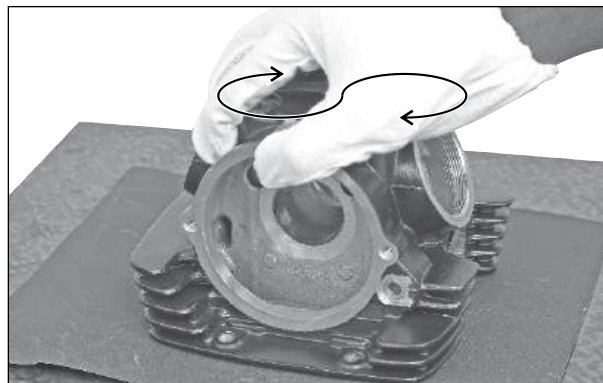

Fig. 3.61
- Após a limpeza das superfícies do cabeçote, inspecione a superfície quanto a arranhões, pontos altos e baixos. Se algo for observado, faça a remoção, utilizando **uma lixa fina (grau 400)** colocada sobre uma superfície plana. (Fig. 3.61)